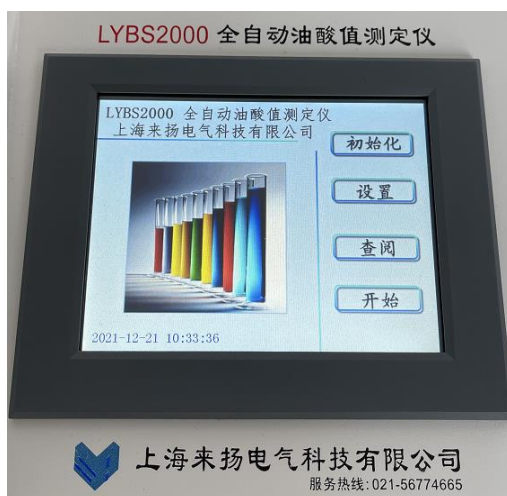
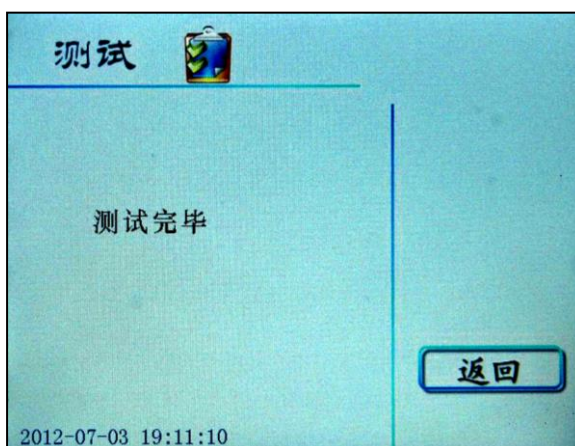
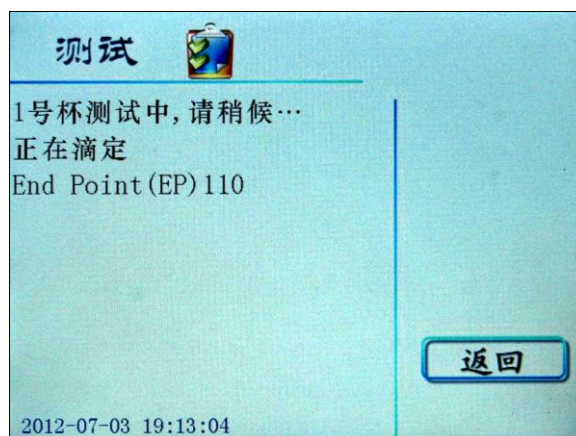
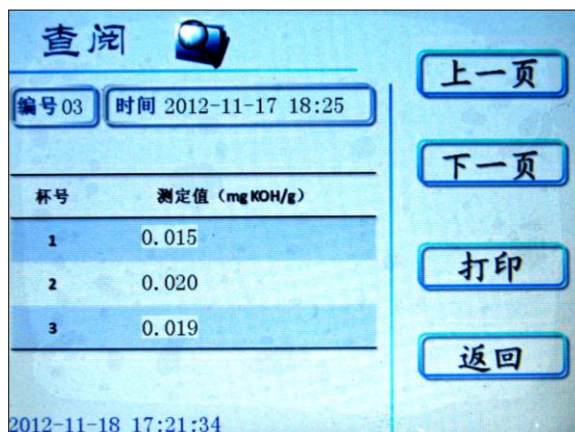

图 4 开机页面
图 15 测试页面
图 16 测试页面
图 17 查阅页面
1. 插接电源线, 打开电源开关, 液晶屏显示开机页面 (图 4);
2. 在图 4 所示页面下, 点击时间区域进行时间设置 (图 5);
3. 在图 4 所示页面下, 按 初始化 键进入下一级页面 (图 6);
在油杯中称量待测样品油 8.3 ~ 8.5g, 并将油杯归位), 加入一只搅拌磁棒, 盖上样品测定暗室盖。在开机页面 (图 4) 按 **开始** 键进行测定, 同时显示屏显示测试页面, 屏幕在不同测试阶段分别显示 “X 号杯测试中, 请稍后……”、“正在滴定”, 测定完成后还会显示 “滴定终点 (EP) 值” (图 15) 及 “测试完毕” (图 16) 等字样。
10. 测定完成后, 本机自动保存 35 组数据。操作人员如果想查阅, 请按**返回**键进入开机页面 (图 4), 点击**查阅**键进入查阅页面 (图 17), 点击**上一页**或**下一页**键可查看编号 01~35 号组数据, 点击**打印**